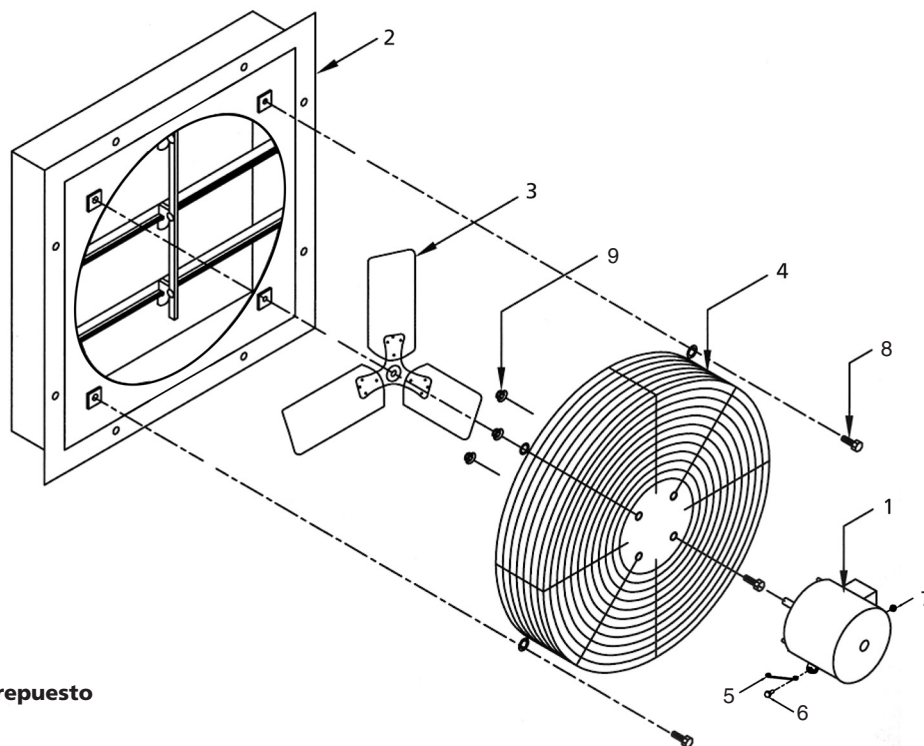

Ilustración 3 - Diagrama de las piezas de repuesto
1. Remítase a la ilustración de las piezas de repuesto (Ilustración 3).
PRECAUCIÓN *Si se daña la hélice, no intente repararla. Reemplácela con una pieza debidamente equilibrada (ver Ilustración 3 Referencia No. 3).*